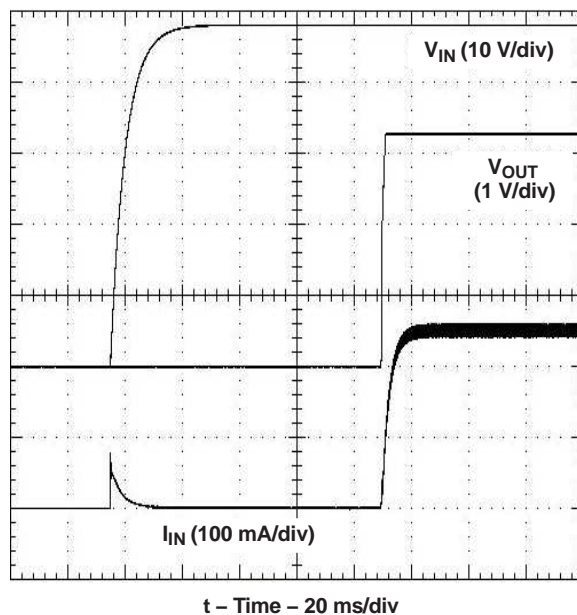

図 13. 電源投入波形
**図 13** に、PTMA403033 コンバータの電源投入特性を示します。出力電圧は、3.3V です。ソフトスタート回路により、出力電圧は低速かつ緩やかに立ち上がります。入力電圧が印加された後、一定の時間遅延（標準値は 85ms~100ms）経過後に出力電圧は立ち上がりを開始します。その後、出力は徐々に、電圧設定ポイントまで立ち上がります。波形は、3A の抵抗負荷を使用して記録したものです。